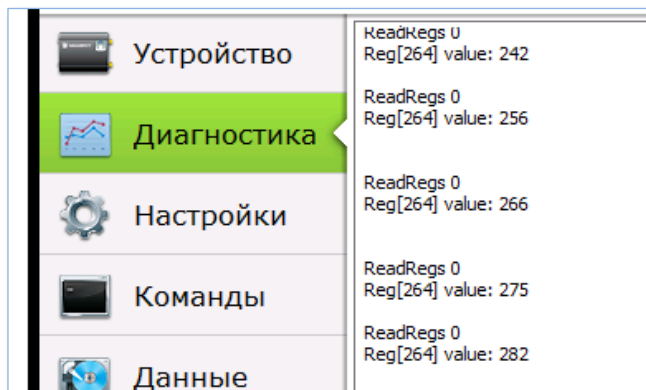

Рисунок 13. Вид вкладки «Диагностика» при подключенном мониторе
- Если терминал подключен к переходнику, то вы сможете увидеть значение температуры, передаваемое с монитора (рис. 13).